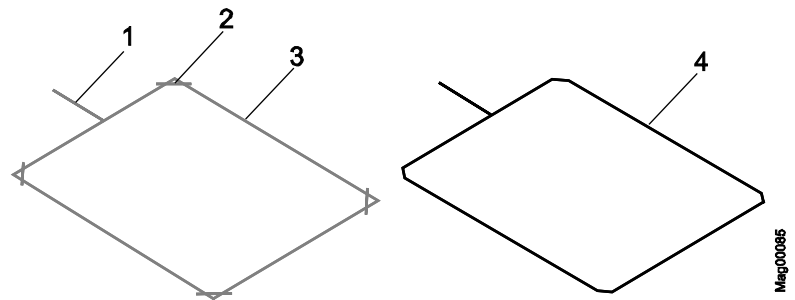

Bild 17: Placera induktionsslingor i bitumen, asfalt eller betong
1. Placera i betäckning eller asfalt med en kapskiva för att skära ett 50 mm djupt spår. Spårjupet måste ha samma djup på alla ställen. Skär spårets hörn enligt Bild 17 en 45°-vinkel.